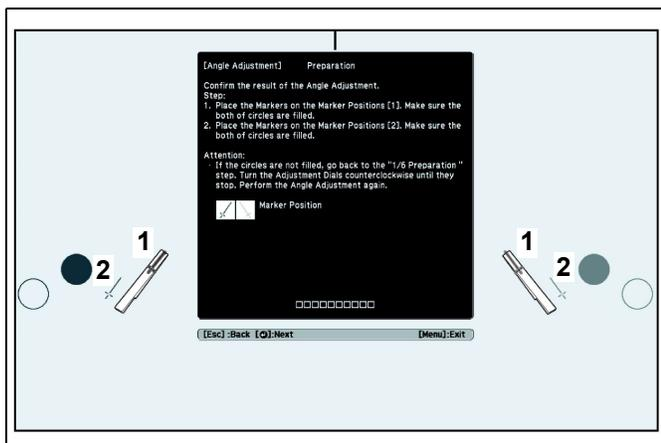

Figure 44
15. Placez les feutres aux emplacements des marqueurs supérieurs (1). Lorsque vous ajustez correctement l'angle, les cercles supérieurs deviennent pleins. (Voir figure 44)